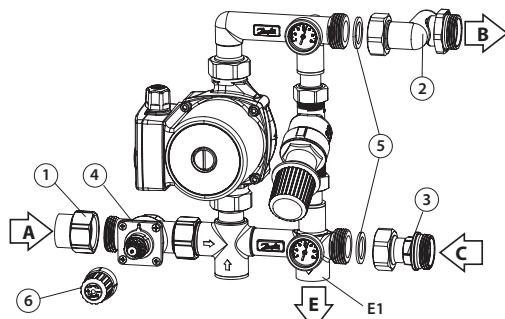
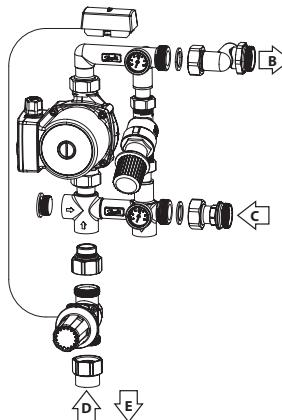
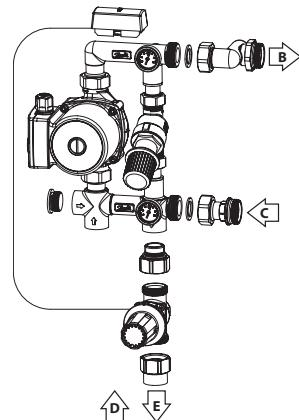

图2
图4: RA-C阀门一次侧供水竖直安装
图5: RA-C阀门一次侧回水竖直安装
1. 将活接①②③及密封垫片⑤从混水中心拆下备用, 见图2。
2. 将图中所示活接①装到一次侧供水管A上。再将活接①与RA-C控制阀④进行连接, 并用不小于 85 Nm 的力矩拧紧螺母, 该活接与RA-C控制阀的连接为硬密封, 连接时勿需使用任何密封材料, 见图2。
3. 将图中所示活接②③分别装到二次侧供水管B和二次侧回水管C上或丹佛斯分集水器上, 再将活接与混水中心连接, 密封材料为产品附带的密封平垫片⑤, 并用 30-40 Nm 的力矩拧紧螺母。见图2。
4. 将一次侧回水端E1与一次侧回水管E相连, 见图2。
5. 移除蓝色保护帽⑥, 见图2。
参考图2,图4,图5结构,可选择将分集水器安装于混水中心左侧。